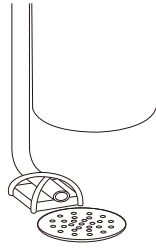

图2
④安装时确保进水管平行；进、出水管路用固定架支撑固定。
⑤严禁将排水管和它接头作为支撑提升或搬运；拧螺纹管件时，严禁用力过度，不要将螺纹错位及将阀体拧坏。
⑥管道安装建议使用PPR管、波纹管或UPVC管，避免使用铝塑管。
⑦控制阀应高于排水口。
⑧如图2，绝对不能把排水管与下水道相连，须在二者之间留有一定的空隙，以防污水被虹吸到水处理器中。
⑨手柄或手轮仅可左右旋转且不能超越极限位置，严禁上下扳动。